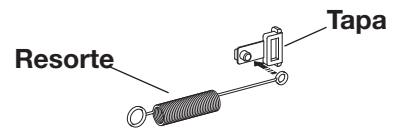

Fig. 8
- Inserte el ojal más pequeño del resorte en la tapa de plástico de la rejilla (2 tapas + 2 resortes para cada rejilla). Fig. 8